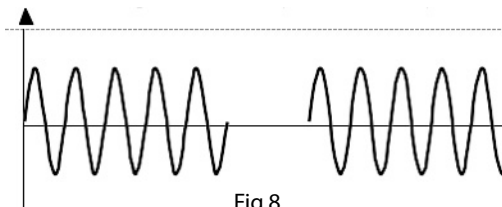

Fig.8
- Régulateur de puissance de chauffe (trains d'ondes standards, «syncopé»- Fig 8)